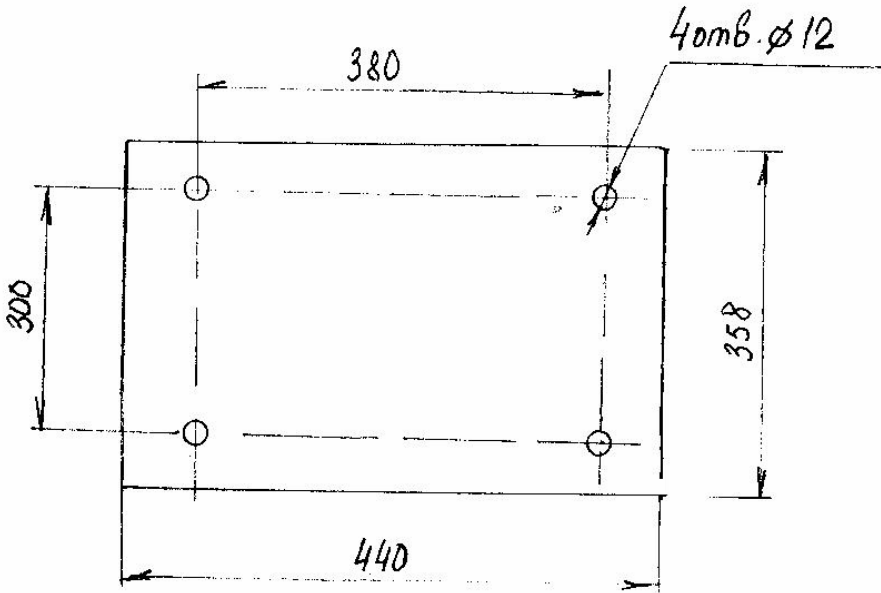

Рис. 4
10.3. Установить станок на фундаменте, поверхность которого выверить по уровню. Станок крепится анкерными болтами М10 через отверстия в нижней плите станины. Схема расположения отверстий – рис.4.